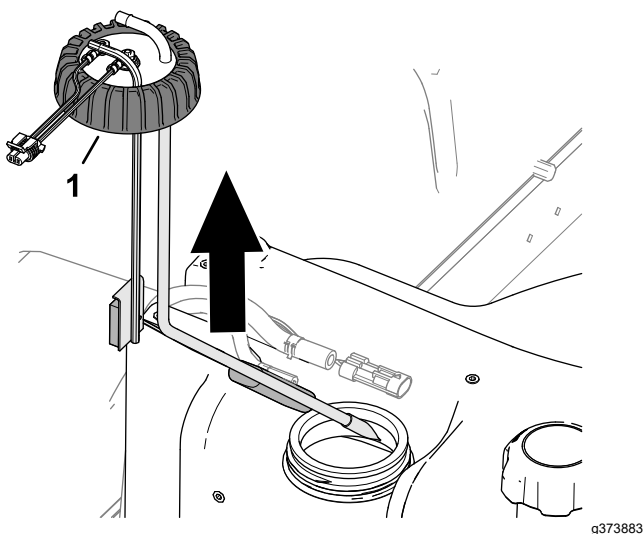

Рисунок 88
5. Ослабьте крышку датчика уровня топлива (Рисунок 88).